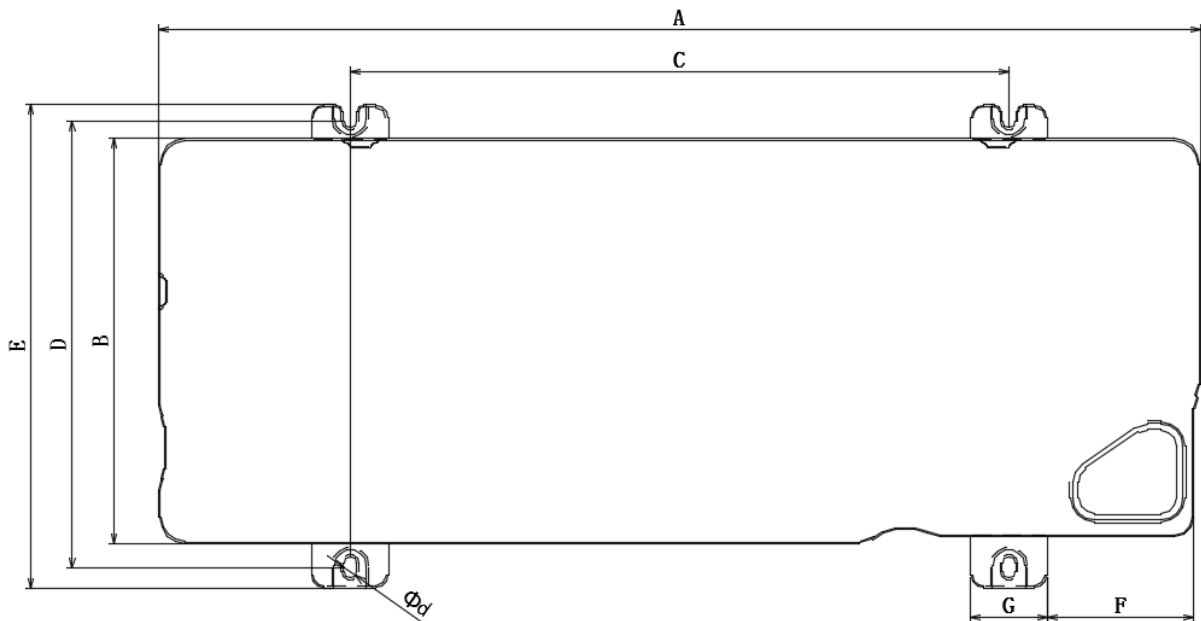

图5.3 地脚螺栓的位置
(2) 当地脚螺栓紧固室外机时，紧固孔的位置如图5.3所示。
(3) 地脚螺栓紧固室外机示例